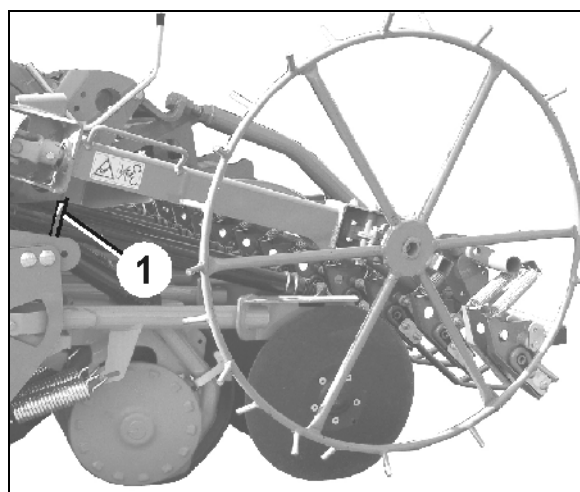

Рис. 93
2. Приподнимите колесо с почвозацепами, извлеките его и уложите на предназначенное для него место (Рис. 93/1).